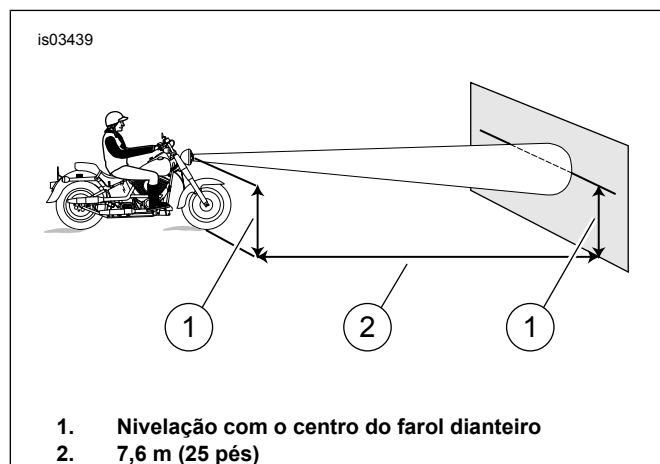

Figura 7. Ajuste do farol dianteiro
3. Veja Figura 7. Posicione a motocicleta a 7,6 m (25 pés) de um painel ou parede. Meça a distância imediatamente abaixo do eixo dianteiro até a base da parede ou painel.